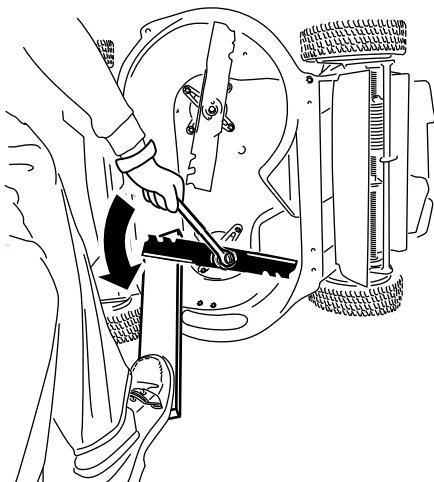

Figure 43
1. Utilisez un bloc de bois pour immobiliser chaque lame et tournez le boulon de lame dans le sens antihoraire, comme montré à la Figure 43.